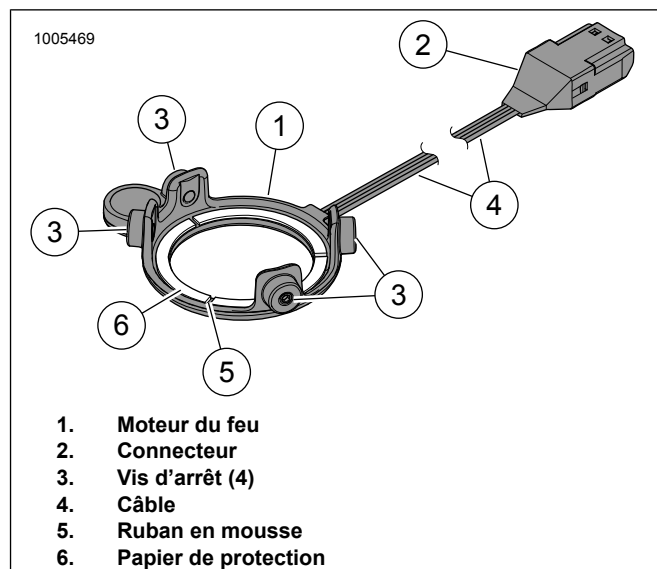

Figure 14. Feu DÉL, haut-parleur Stage I rond
3. Voir la figure 14. Retirer le papier de protection (6) du ruban de mousse (5) à l'arrière du moteur du feu (1).